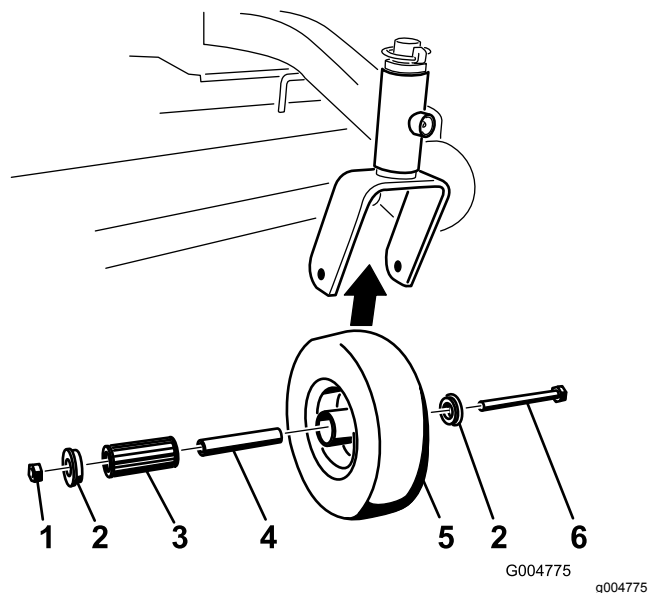

Рисунок 39
1. Отверните контргайку и колесный болт, с помощью которых поворотное колесо крепится к вилке (Рисунок 39).
2. Снимите одну из втулок, затем извлеките распорную втулку и роликовый подшипник из ступицы колеса (Рисунок 39).
3. Извлеките вторую втулку из ступицы колеса и удалите всю смазку и грязь из ступицы (Рисунок 39).
Примечание: Замените любые изношенные или поврежденные части (Рисунок 39).
Примечание: Смажьте роликовый подшипник и распорную втулку и вставьте их в ступицу колеса. Вставьте вторую втулку в ступицу колеса (Рисунок 39).
внутренней поверхности поворотных вилок (Рисунок 39).